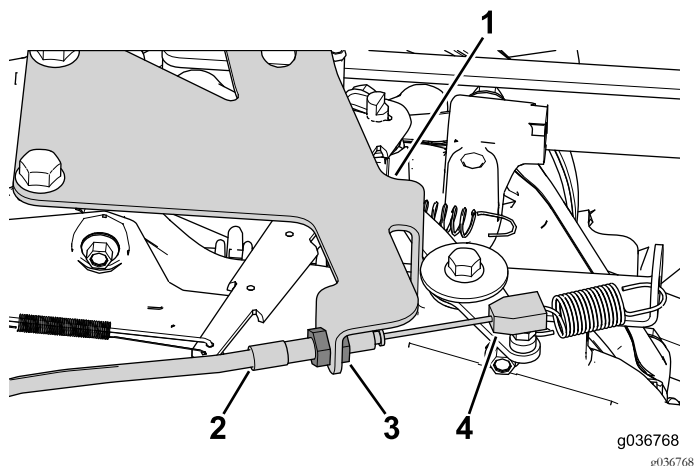

图33
1. 用拉索上的锁紧螺母调整并将拉索固定到支架上 图 33。